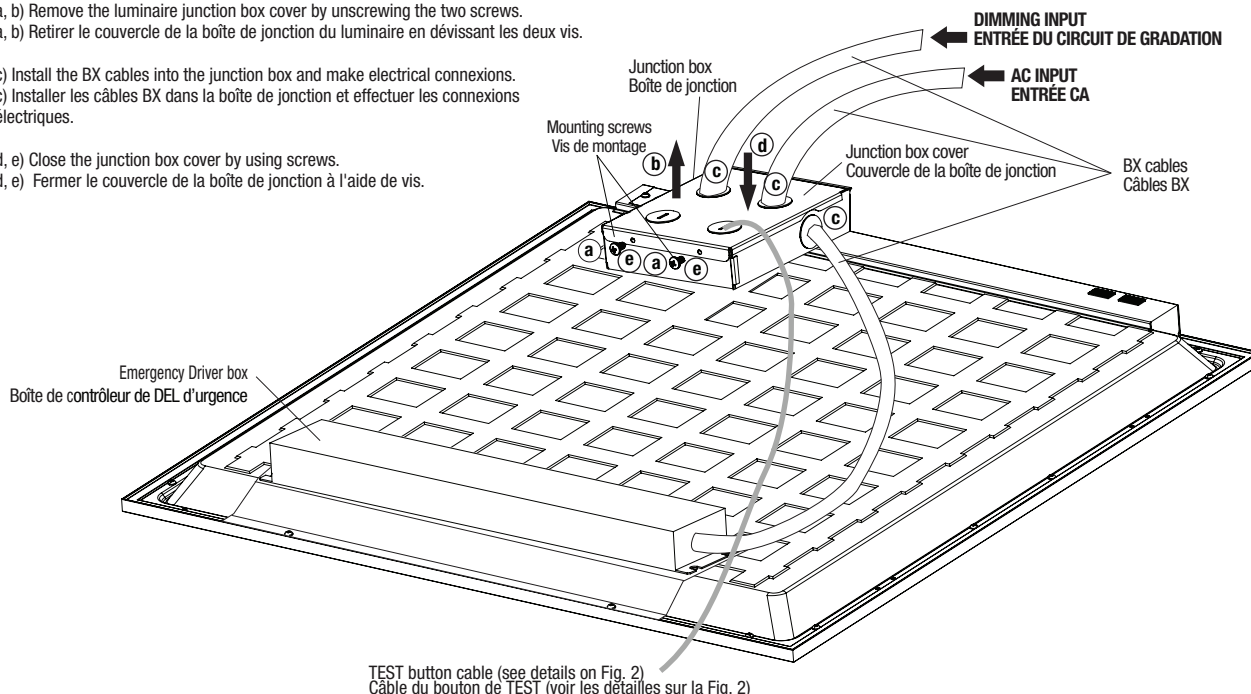
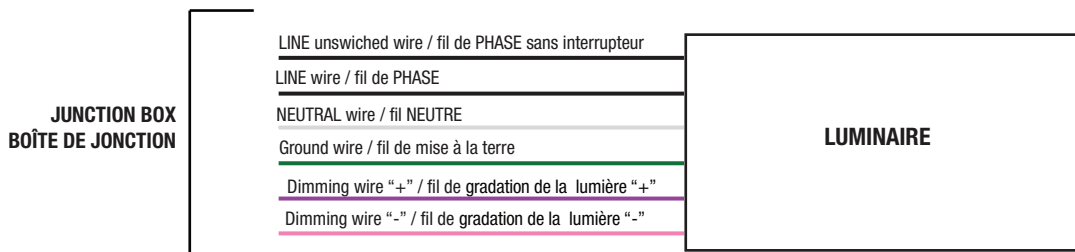

Fig. 1
Fig. 3
3. Open the junction box by unscrewing the two screws (Fig. 1).
4. Identify the position of the power cables (Fig. 1) in order to make the electrical connections.
Bring an additional unswitched AC wire supply into the ceiling recessed junction box for the Emergency Driver, including a canopy and a test button. See the Fig. 3 in order to make electrical wiring connections.
8. Close the luminaire junction box by using the two screws (Fig. 1).
3. Ouvrir la boîte de jonction en dévissant les deux vis (Fig. 1).
4. Repérer la position des câbles d'alimentation (Fig. 1) et utiliser le schéma de câblage (Fig. 3) pour effectuer les connexions électriques.
6. Raccorder les fils d'alimentation électriques dans la boîte de filages (capuchons de connexion non inclus). Respecter les polarités, soit le fil de mise à la terre connecté au fil de mise à la terre du fournisseur, le fil actif pour le conducteur de PHASE et le fil neutre pour le conducteur NEUTRE. Pour le circuit de gradation de la lumière, connecter le fil violet au fil "+" et le fil gris au fil "-". Apporter un fil d'alimentation c. a. sans interrupteur dans la boîte de jonction encastrée au plafond comprenant un pavillon de recouvrement et le bouton de test pour le contrôleur de DEL d'urgence. Voir la Fig. 3 pour faire les connexions électriques.
8. Fermer le couvercle de la boîte de jonction du luminaire en utilisant les deux vis (Fig. 1).